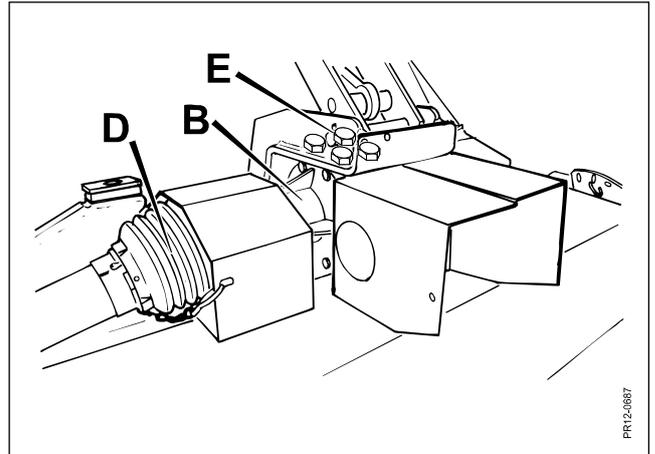

Fig. 2-2
**Fig. 2-2** Um das Zentralgetriebe **B** zu wenden, wird die Gelenkwelle **D** abmontiert, 3 Zapfwellenschirme und die 4 Bolzen **E** über der Gelenkwelle werden rausgeschraubt. Man kann dann das Getriebe 180 Grad wenden, die 4 Bolzen wieder montieren und anspannen (die Schloßbleche nicht vergessen) und die 3 Schirme und die Gelenkwelle wieder montieren.